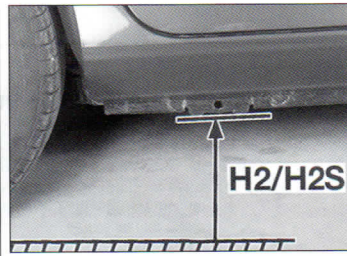
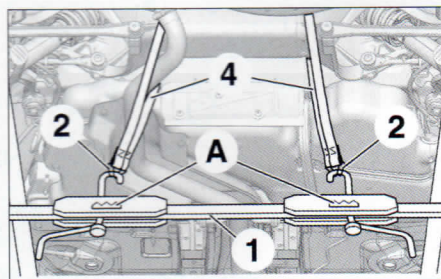

FIG. 2
FIG. 4
H2, H2S: distancia comprendida entre el nervio de la talonera trasera y el suelo (**fig. 2**).
- Colocar las cuatro cinchas (4) alrededor del travesaño trasero, a nivel de la soldadura entre el travesaño trasero y las partes laterales, procurando no presionar el escape con la cincha izquierda (**fig. 4**).
- Colocar el compresor de suspensiones (1).
- Escoger el centraje (A) mejor adaptado para tirar de las cinchas lo más verticalmente posible.
- Colocar los pasadores (3) en los emplazamientos de medición (**fig. 2**).